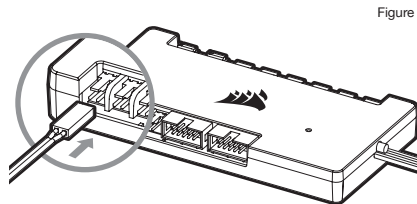

Figure 4
5. Подключите датчик температуры блока XD5 RGB к температурному отверстию #1 на Вашем контроллере CORSAIR iCUE Commander PRO (Рис. 4).